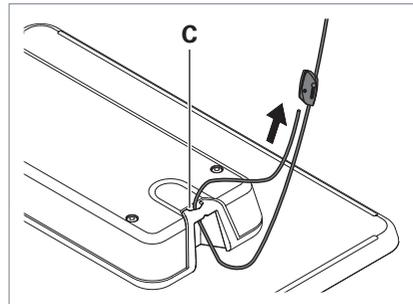

Fig. 3: Fijación del cable metálico en la luminaria.
- ▶ Guíe el cable metálico a través del hueco **C** de la luminaria, véase Fig. 3.
- ▶ Guíe el cable metálico a través del segundo ojal del soporte del cable metálico, véase Fig. 3.